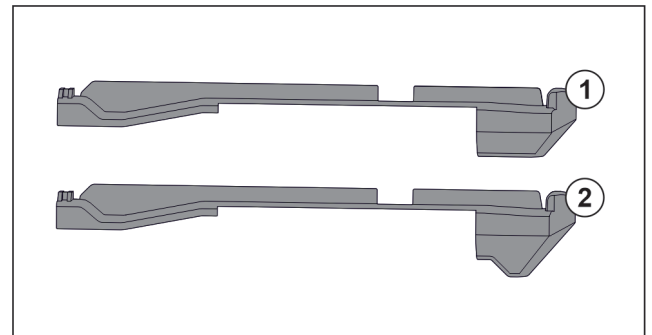

Fig. 147 Порівняння вставних частин
У пристрої є дві різні вставні частини. Вставна частина над самим нижнім висувним ящиком Fig. 147 (2) має трикутний край. Всі інші вставні частини Fig. 147 (1) мають прямий край.
- ▶ Розмістити вставну частину Fig. 147 (2) з трикутним краєм над самим нижнім висувним ящиком.
- ▶ Розмістити вставну частину Fig. 147 (1) з прямим краєм у всіх інших місцях.